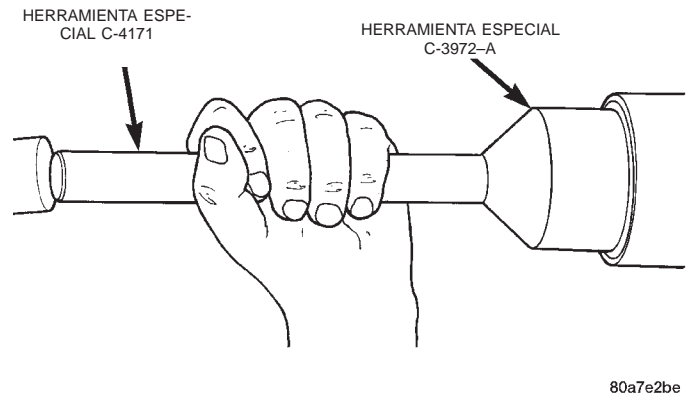

Fig. 43 Instalación de la junta del piñón
(4) Instale el cojinete delantero del piñón y el deflector de aceite, si está equipado.
(5) Aplique una capa delgada de lubricante para engranajes en el borde de la junta del piñón. Instale la junta con el instalador C-3972-A y el mango C-4171 (Fig. 43).